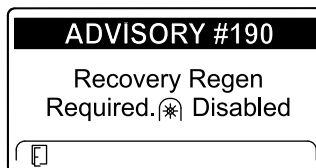

Figure 58
- ADVISORY #190 (avis n° 190), demande de régénération d'urgence – prise de force désactivée, affiché (Figure 58)